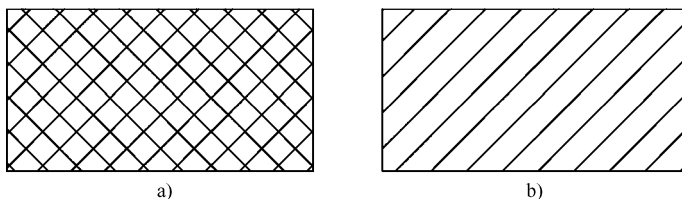

图 8-8 “双向” 设置示例
- “双向” 按钮：用于在原来的图案上再画出第二组相互垂直的交叉图线。该项只有在选择为 “用户定义” 类型时可以使用。如图 8-8 所示为 “双向” 设置示例。